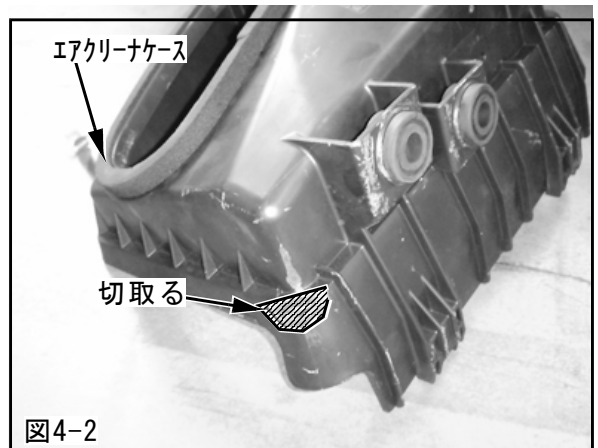

図4-2
(3) 取外した純正エアクリーナケースとインタークーラアウトレットパイプNo.2が干渉しないように、エアクリーナケースを図のように切取ってください。〈**図4-2**〉